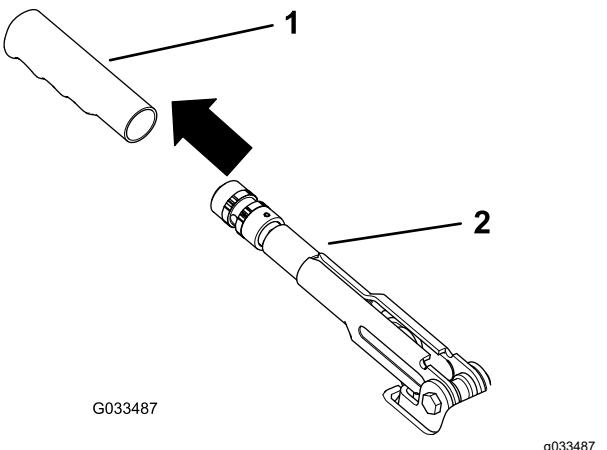

Figura 59
1. Retire a pega de borracha da alavancas do travão de estacionamento (Figura 59).
5. Coloque a pega de borracha na alavanca do travão de estacionamento (Figura 59).